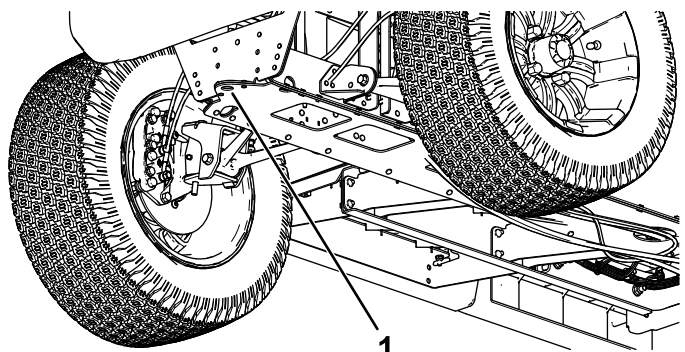

図 28
- 車両前部のジャッキアップポイントは、牽引トングの後ろのフレーム前部です 図 28。